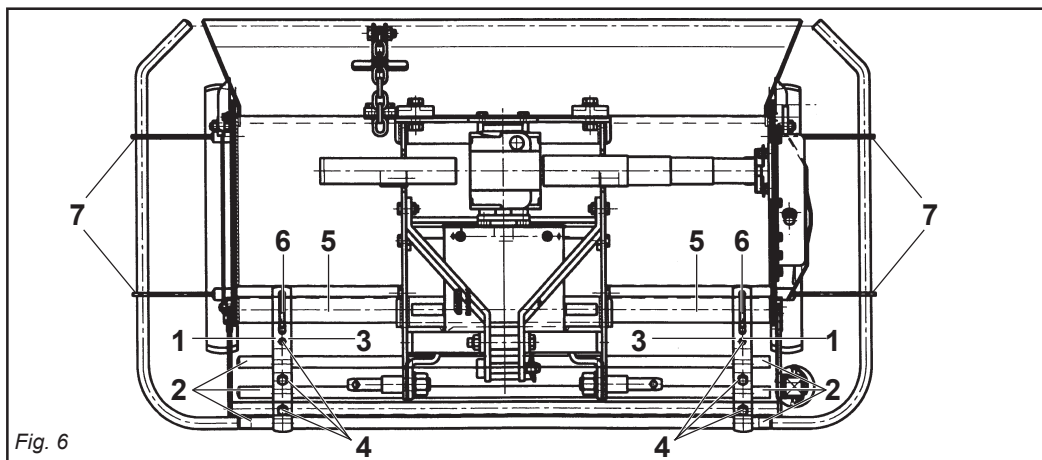
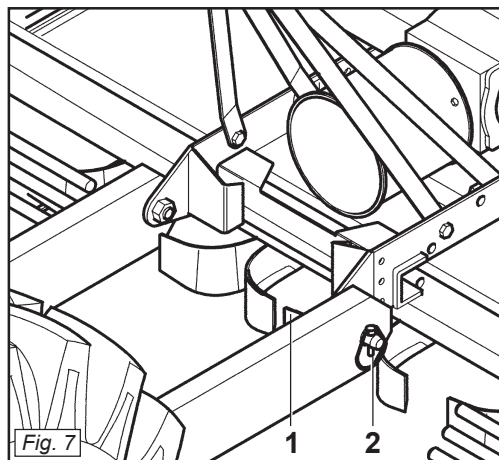

Fig. 6
Fig. 7
- Il gruppo delle protezioni, composto dall'attacco (1 Fig. 6) che fa da fermo per i tubi (2 Fig. 7) bloccati dalla staffa (3 Fig. 6) e dalle viti (4 Fig. 6), è fissato al tubo quadro anteriore (5 Fig. 6) mediante i cavallotti (6 Fig. 6), e va posizionato uno a destra e uno a sinistra il più esternamente possibili.
- Lateralmente, su entrambe le fiancate, vanno fissate tramite le viti delle protezioni sagomate (7 Fig. 6).
- The protection unit, consisting of the coupling (1 Fig. 6) that acts as a clamp for the pipes (2 Fig. 6) locked by the bracket (3 Fig. 6) and by the screws (4 Fig. 6), is fixed to the square front pipe (5 Fig. 6) by the U-bolts (6 Fig. 6) and should be positioned as far outwards as possible, one on the right and the other on the left.
- The shaped protections should be fixed laterally with screws to both the sides (7 Fig. 6).
- Le groupe des protections, comprenant l'attelage (1 Fig. 6) qui sert de butée pour les tubes (2 Fig. 6) bloqués par la bride (3 Fig. 6) et par les vis (4 Fig. 6), est fixé au tube carré avant (5 Fig. 6) par des crampons (6 Fig. 6). Positionner une protection à droite et une à gauche, le plus possible à l'extérieur.
- Les protections galbées doivent être fixées latéralement, des deux côtés avec les vis des protections (7 Fig. 6).
- Die Gruppe der Schutzvorrichtungen, die sich aus dem Anschluß (1 Abb. 6), der zur Arretierung für die Rohre (2 Abb. 6) dient, die durch den Bügel (3 Abb. 6) blockiert werden, und den Schrauben (4 Abb. 7) zusammensetzt, wird am vorderen Vierkantrohr (5 Abb. 6) mit den U-Bolzen (6 Abb. 6) befestigt. Eine davon ist rechts und eine links, so weit wie möglich außen anzubringen.
- Seitlich auf den beiden Seitenteilen sind die geformten Schutzteile (7 Abb. 6) mit Schrauben zu befestigen.
- El grupo de las protecciones, compuesto por la conexión (1 Fig. 6) que funciona como bloqueo de los tubos (2 Fig. 6) bloqueados a su vez por el soporte (3 Fig. 6) y por los tornillos (4 Fig. 7), está fijado en el tubo cuadrado anterior (5 Fig. 6) mediante los pernos de U (6 Fig. 6) y debe ser emplazado uno a la derecha y uno a la izquierda lo más externamente posible.
- Lateralmente, sobre ambos lados, debemos fijar mediante los tornillos las protecciones molduradas (7 Fig. 6).
In base alle dimensioni specifiche di questi tipi di attacchi dei trattori è necessario determinare la posizione più favorevole della macchina spostando opportunamente le piastre (1 Fig. 7) e inserendo i perni (2 Fig. 7) nei fori corrispondenti al giusto diametro delle parallele del trattore.
Le piastre vanno montate sempre e solo come mostrato in Fig. 7.
Depending on the precise dimensions of these two types of hitches, find the best position for the machine by moving the plates (1 Fig. 7) along and inserting the pin (2 Fig. 7) in the holes corresponding to the correct diameter for the tractor's parallel arms.
The plates must always and only be mounted as shown in Fig. 7.
En fonction des dimensions spécifiques de ces types d'attelages des tracteurs il faut déterminer la position la plus favorable de la machine en déplaçant, les plaques (1 Fig. 7) et introduire les axes (2 Fig. 7) dans les trous correspondant au bon diamètre des parallèles du tracteur.
Les plaques doivent obligatoirement être montées comme illustré dans la Fig. 7.
Alle Maschinen können an jedem beliebigen Schlepper mit Universal-Dreipunktaufhängung der 1. Kategorie angebaut werden. Aufgrund der spezifischen Abmessungen dieser beiden Schlepperanschlüsse kann man die günstigste Position der Maschine festlegen, indem man die Platten (1 Abb. 7) und die Bolzen (2 Abb. 7) in die entsprechenden Bohrungen mit dem richtigen Durchmesser auf dem Schleppergestänge einsteckt.
Die Platten dürfen nur und ausschließlich so montiert werden, wie es in Abb. 7 gezeigt ist.
Todas las máquinas pueden ser adaptadas a cualquier tractor dotado de enganche universal de tres puntos de 1ª categoría. En relación a las dimensiones específicas de estos tipos de enganche de los tractores hace falta determinar la posición más favorable de la máquina desplazando oportunamente las placas (1 Fig. 7) e introduciendo los pernos (2 Fig. 7) en los orificios correspondientes al correcto diámetro de las paralelas del tractor.
Las placas deben ser montadas siempre y solamente según lo indicado en la Fig. 7 con los orificios posicionados delante del tubo cuadrado.
- 1) Accostare le parallele del sollevatore ponendole all'interno delle piastre (1 Fig. 7), inserire il perno (2 Fig. 7) nel foro predisposto e bloccare con le copiglie a scatto.
- 1) Near the lift bars, setting them in the most suitable plates (1 Fig. 7). Insert the pin (2 Fig. 7) into the relative hole and lock in place with the snap-in split pins.
- 1) Approchez les barres du relevage en les plaçant à l'intérieur des plaques les plus appropriées (1 Fig. 7), introduisez l'axe (2 Fig. 7) dans le trou correspondant et bloquez par les gouppilles à encastrement.
- 1) Die Lenker des Krafthebers annähern und in die am besten geeigneten Platten schieben (1 Abb. 7). Den Bolzen (2 Abb. 7) in das Loch stecken und mit dem einrastenden Splint blockieren.
- 1) Acercar las barras del elevador poniéndolas dentro de las placas más indicadas (1 Fig. 7), introducir el perno (2 Fig. 7) en el orificio y bloquear con los pasadores de resorte.